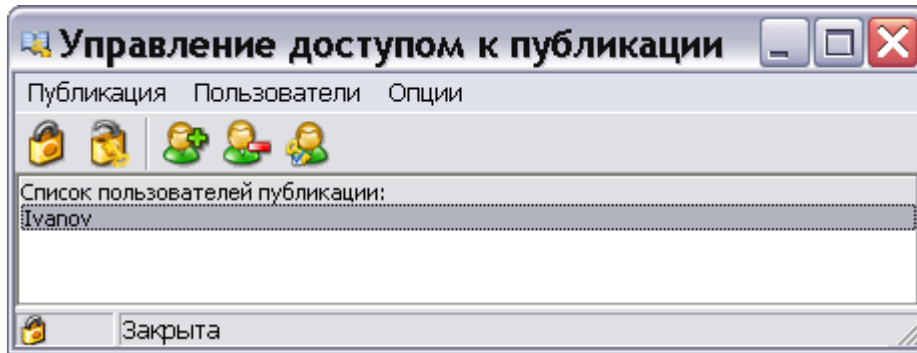

Рис. 231
6. Для предоставления права просмотра публикации только пользователям, внесённым в список, нажмите на кнопку **Защитить публикацию и записать служебные данные**  или в меню **Публикация** выберите команду **Защитить**. При этом изменится информация о доступе к публикации, отображаемая в нижней части окна (Рис. 231).